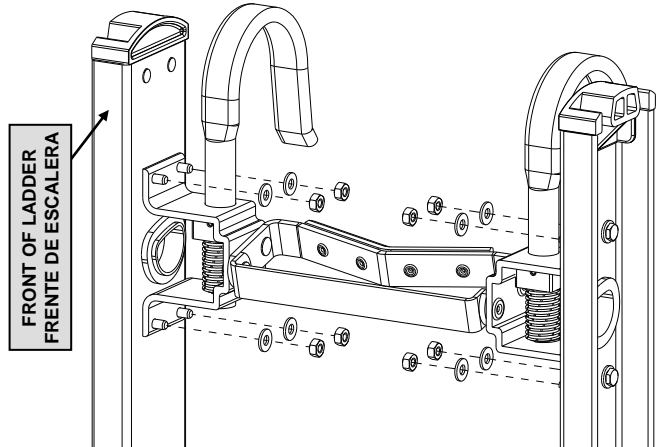

Fig. B3-2
2. Make sure that the accessory is oriented as shown in **Fig. B3-1** and **Fig. B3-2**.
3. Place (8) **H3** washers and (8) **H2** nuts as shown in **Fig. B3-2**. Hand tighten nuts onto bolts.
4. Using (2) 7/16" wrenches tighten all bolts and nuts steadily.
2. Asegúrese de que el accesorio quede orientado como se muestra en la **Fig. B3-1** y **Fig. B3-2**
3. Coloque (8) arandelas **H3** y (8) tuercas **H2** como se muestra en la **Fig. B3-2**. Apriéte las un poco a mano.
4. Usando (2) Llaves de 7/16" apriete todos los tornillos y tuercas firmemente.